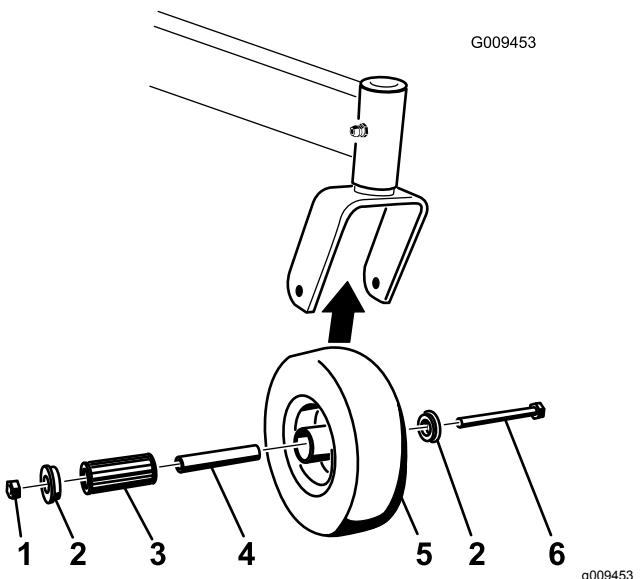

Figura 54
2. Togliete una boccola, quindi estraete la boccola chiave e il cuscinetto a rulli dal mozzo della ruota (Figura 54).
3. Togliete l'altra boccola dal mozzo della ruota e pulite via l'eventuale grasso o sporcizia presenti sul mozzo della ruota (Figura 54).
Nota: Sostituite eventuali parti danneggiate o usurate (Figura 54).
5. Posizionate una boccola nel mozzo della ruota (Figura 54).
6. Lubrificate il cuscinetto a rulli e il cuscinetto chiave e fateli scorrere nel mozzo della ruota (Figura 54).
7. Posizionate la seconda boccola nel mozzo della ruota (Figura 54).
8. Montate la ruota orientabile nella forcella orientabile e fissatela con il bullone della ruota e il dado di bloccaggio (Figura 54).
9. Serrate il dado di bloccaggio finché la boccola chiave tocca in fondo l'interno delle forcelle orientabili (Figura 54).